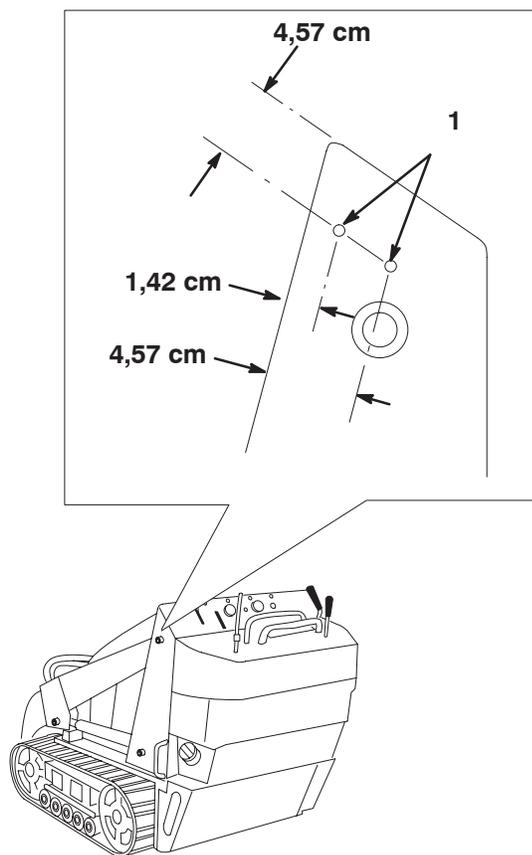

Figure 3
1. Mesurez la distance à partir des bords du châssis, ainsi qu'il est indiqué à la Figure 3 et marquez l'emplacement des trous de montage de la patte de l'écran de protection.